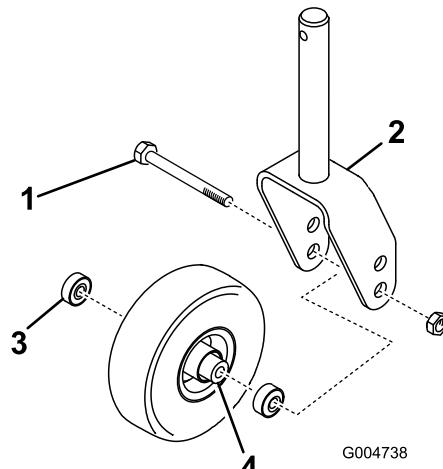

Figura 98
1. Retire la contratuerca del perno que sujetá el ensamble de la rueda giratoria entre la horquilla (Figura 98) o el brazo de pivote. Sujete la rueda giratoria y retire el perno de la horquilla o del brazo de pivote.
2. Retire el cojinete de la rueda y deje que se caiga el suplemento del cojinete (Figura 98). Retire el cojinete del otro lado de la rueda.